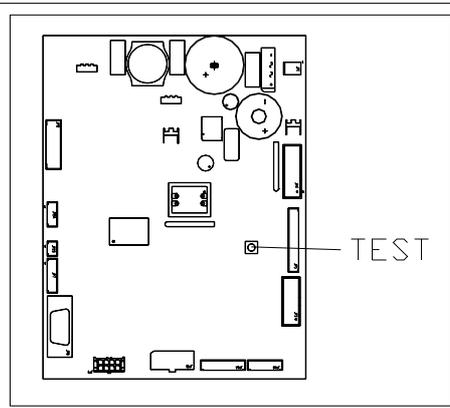

Abb. 7
- Den Knopf TEST Abb. 7 auf der Hauptsteuerkarte im Fach des Münzspeichers drücken. Auf dem Display erscheint die Meldung "**Die aufzufüllende Platte wählen**".
- d) Nach Einfüllung der neuen Ware den Knopf **OK** drücken (Shopper-Knopf), um das Vorhandensein von Ware im Schacht zu registrieren und das Haltbarkeitsdatum einzustellen, bei dessen Ablauf der Verkauf dieser Ware nicht mehr zugelassen wird. Wenn keine Ware eingefüllt wurde, die entsprechende Auswahl Taste für den nächsten Schacht wählen. Dieser Vorgang wird solange fortgesetzt, bis alle Schächte registriert sind oder zum Wiederauffüllen eine andere Platte gewählt wird. Der Automat wechselt nach der Analyse aller Platten automatisch vom Füllmodus in den Normalmodus. Der Füllmodus kann jederzeit durch Betätigung des Knopfes TEST Abb. 7 verlassen werden.
- e) Wenn eine Kategorie **Fifo** aufgefüllt wird, **müssen** alle Schächte lückenlos nacheinander befüllt werden. Wenn nicht genug Produkte zum Füllen einer Fifo-Kategorie zur Verfügung stehen: Den Knopf **OK** drücken, nachdem das letzte Produkt zugeführt wurde und anschließend den Füllmodus verlassen (Knopf TEST Abb. 7) oder die nächste zu befüllende Platte auswählen.
- 2) Die Taste TEST Abb. 7 drücken, die auf der Hauptkontrollplatine des Münzgerätfaches befindet; auf dem Display erscheint die Schrift **"Trommel zum Befüllen auswählen»**.
- 5) Die Taste TEST Abb. 7 drücken, um in jedem Moment den Freiverkauf zu verlassen.